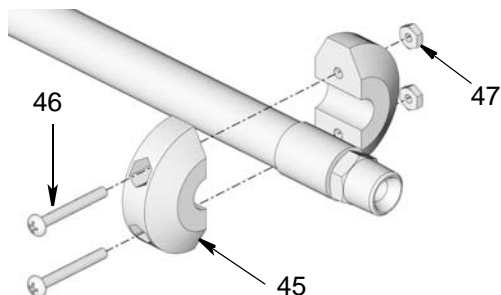

Рис. 14
- Установите на место шаровой ограничитель и раздаточный клапан (Рис. 14).